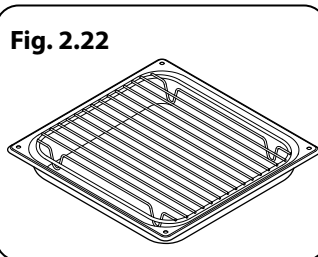

Fig. 2.22
- Deux lèche-frites et grille (**Fig. 2.22**)